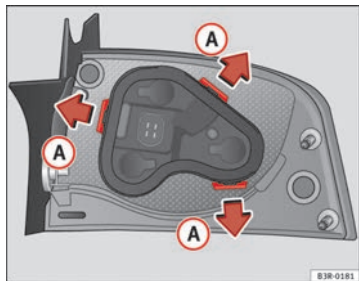

Abb. 212 Befestigungslaschen Rückseite Heckleuchte
- Entriegeln Sie die Befestigungslaschen ⇒ Abb. 212 (A).